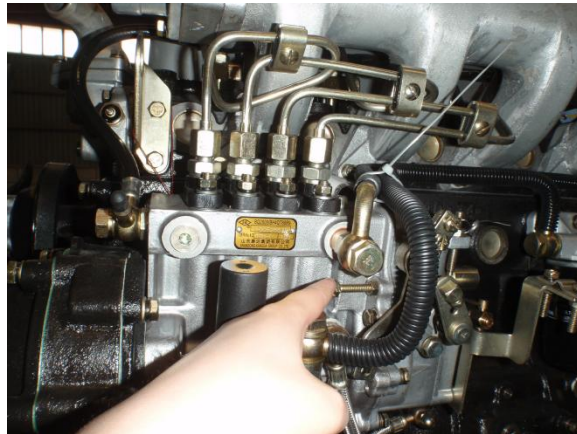

Fig. 1-2
2. Consulte la Fig. 1-2 y ajuste la presión negativa de la bomba de inyección de combustible con el piñón de ajuste para verificar posibles fugas de aire.